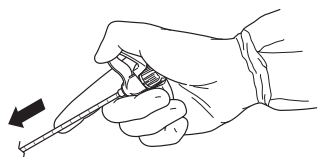

Figura 1 – Inserire il gruppo cannula di accesso/mandrino
2. Sotto guida fluoroscopica, inserire il gruppo costituito dalla cannula di accesso/mandrino nel sito chirurgico (Figura 1).